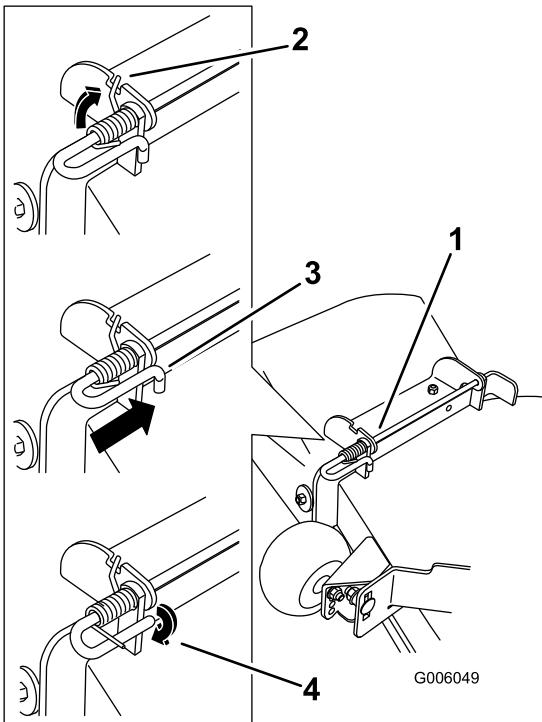

Figure 72
4. Soulevez le côté long du ressort et placez-le dans le cran du support de l'ensemble déflecteur (Figure 72).
- 5. Fixez l'ensemble tige et ressort en le tournant de sorte à pouvoir placer l'extrémité courte de la tige derrière le support avant soudé au tablier de coupe (Figure 72).